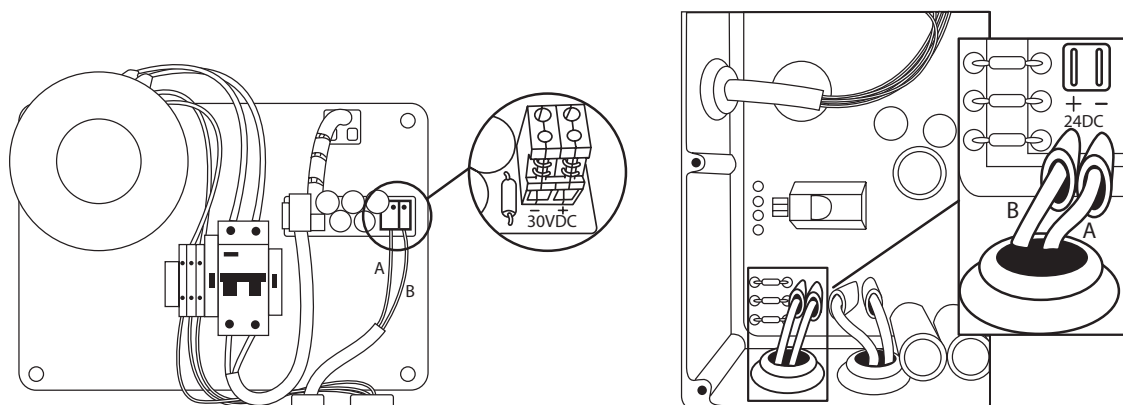

Fig.12: Connexion entre le tiroir d'alimentation et le tiroir de manœuvre.
7. Connectez les deux cosses au tiroir de manœuvre, en vous assurant que leur polarité coïncide avec la polarité des cosses du bornier du tiroir d'alimentation, comme c'est indiqué dans la figure 12.